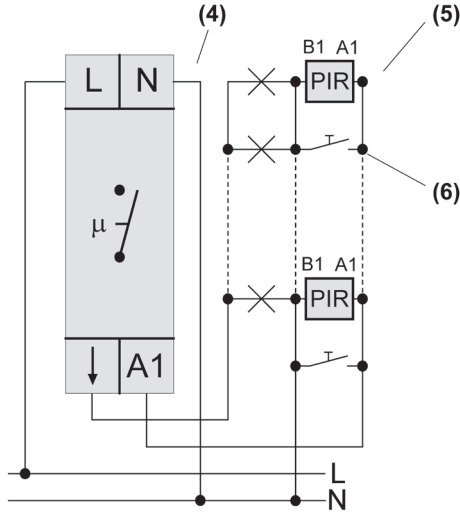

Bild 2: Kopplingsexempel med tre ledare
- Anslut trappljusautomaten (4), insatsen (5) och knappen (6) enligt bild 2 eller 3.